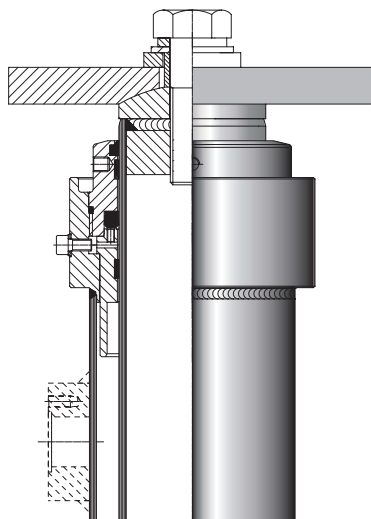
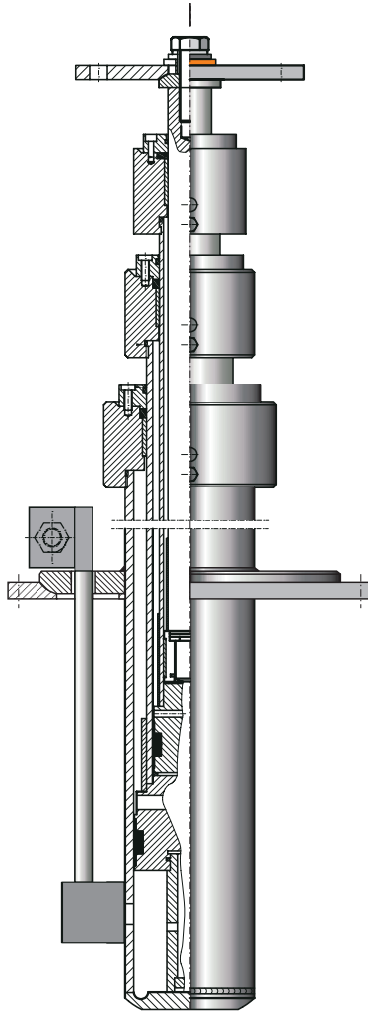

Fig. 4 Testa cilindro diretto con snodo sferico
Fig. 5 Cilindro telescopico con piastra intermedia snodata
- Il cilindro diretto laterale è appoggiato direttamente sul fondo della fossa. La testa dello stelo è fornita con uno snodo sferico (Fig. 4) per poter agganciare l'arcata in modo flessibile senza trasmettere momenti. Lo snodo sferico deve essere ingrassato prima di fissare la piastra all'arcata.
I cilindri diretti centrali interrati sono forniti con una piastra superiore a snodo sferico (vedi Fig. 4 a pag. D840M3L012) e con una piastra di appoggio intermedia, che per i cilindri telescopici è anche snodata (vedi Fig. 5 a pag. D840M3L014). La parte di cilindro al di sotto della piastra intermedia è protetta con una speciale vernice anticorrosione di colore nero.